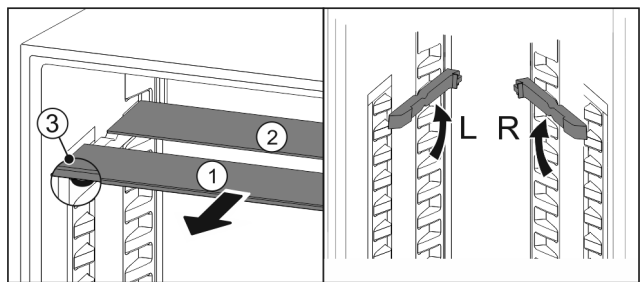

Fig. 92
- По одной извлеките Fig. 92 (1) стеклянные панели движением вперед.
- ▷ Стеклянная панель Fig. 92 (1) с декоративной планкой лежит спереди.
- ▷ Стопоры Fig. 92 (3) показывают вниз.